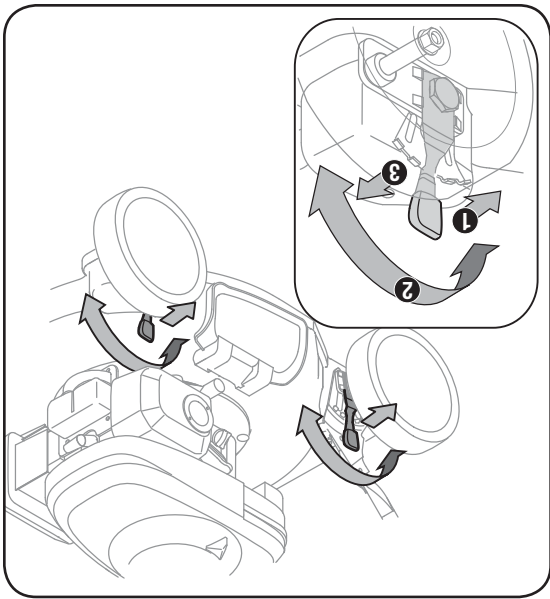

Figure 4-5
5. Un levier de réglage se trouve sur chacune des roues et permet de modifier la hauteur de coupe de la tondeuse. Pour changer la hauteur de coupe, poussez le levier de réglage des roues vers la roue et déplacez-le vers le haut ou le bas à la hauteur choisie. Voir la Figure 4-5.